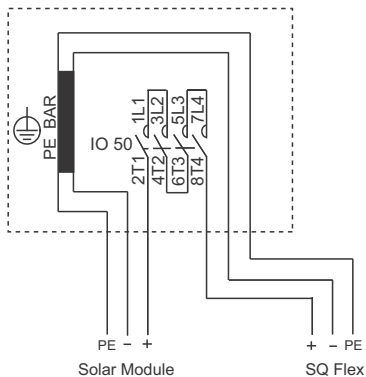

Fig. 1 Wiring diagram, one DC conductor earthed
- um condutor CC com ligação à terra (fig. 1)